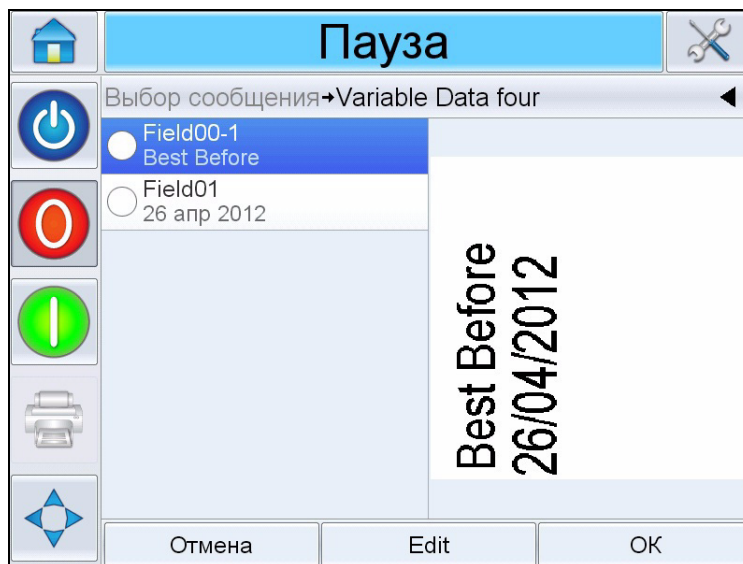

Рис. 6–24: Окно данных по умолчанию
- 2 Коснитесь требуемого поля в списке, чтобы выбрать его (автоматически выбирается первое поле в списке). В окне предварительного просмотра отображаются данные по умолчанию для этого поля (Рис. 6–24).